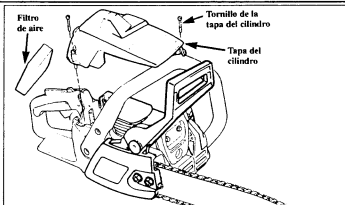

Figura 33
- 1. Sacar los tornillos de la tapa del cilindro y la tapa del cilindro. Figura 33.